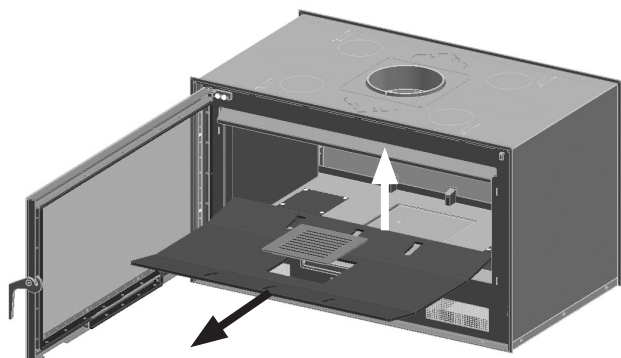

FIG. 3
1. Estrarre la griglia di ferro e il fondo dall'apparecchio. Fare attenzione ai pezzi di vermiculite, possono rompersi. (Fig. 3)